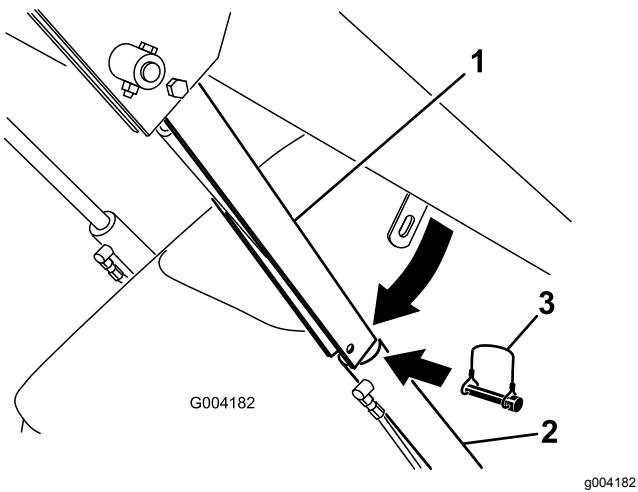

Bild 23
- Entfernen Sie den Klappstecker, mit dem das Zylinderschloss am Hubarm befestigt ist (Bild 23).
5. Senken Sie das Zylinderschloss über die Zylinderstange und befestigen Sie es mit dem Klappstecker (Bild 23).